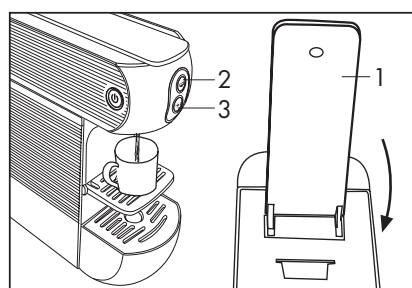

Fig. 10
- Cierre completamente la palanca (1), pulse el botón dispensador (2) y púselo otra vez para detener la dispensación cuando se alcanza la cantidad de bebida deseada (Fig. 10). En caso de dificultad de cierre, vuelva a abrir completamente la palanca y cerrar.
- Durante la dispensación el botón dispensador (2) parpadea y termina cuando la dispensación se detiene.
- Para preparar un café largo (tipo Americano) pulse el botón dispensador (2) y después de preparar el café expreso y haber expulsado la cápsula gastada, dispense la cantidad de agua caliente deseada.
- Para extraer la cápsula levante lentamente la palanca (1). Si la cápsula no es expulsada, repita la operación o presione el botón dispensador (2) y al mismo tiempo levante la palanca (1)